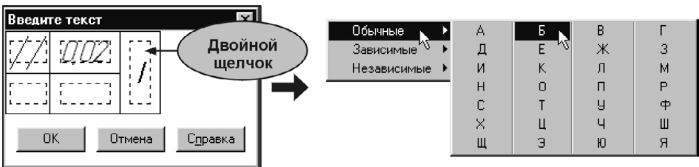

Рис. 38.11. Выбор обозначения базовой поверхности
5.3. Выполните двойной щелчок мышью в соседней ячейке (рис. 38.11, слева). Раскройте перечень *Обычные* и выберите обозначение базовой поверхности *Б* (рис. 38.11, справа).